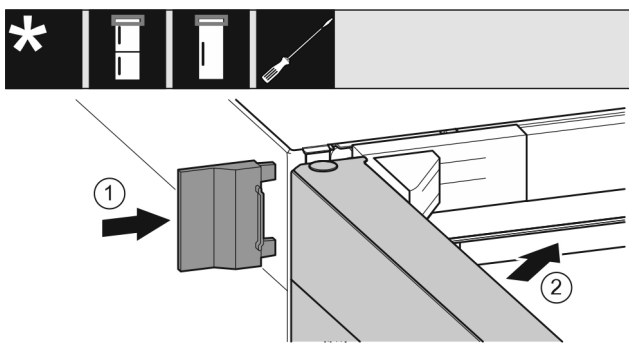

Fig. 24
- Äußere Abdeckung aufschieben. *Fig. 24 (1)*
- Obere Tür schließen. *Fig. 24 (2)*